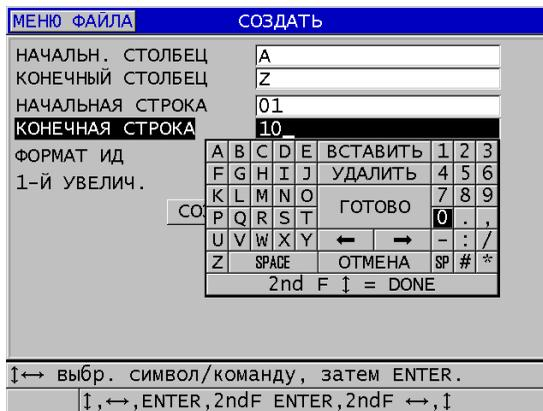

Рис. 11-10 Конфигурация диапазона ИД для 2-D сетки
3. На второй странице диалогового окна **СОЗДАТЬ** (см. Рис. 11-10 на стр. 196):